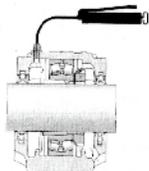

图25
6.2.2.2 其他类型的脂润滑我公司所生产的减速机采用脂润滑的部分,除双密封轴承外,均采用了直通式压注油杯结构,在出厂时该部分采用的是极压锂基润滑脂 3 号。在对此部分进行润滑时,如图 25 所示,采用油脂枪通过油杯注入润滑点。